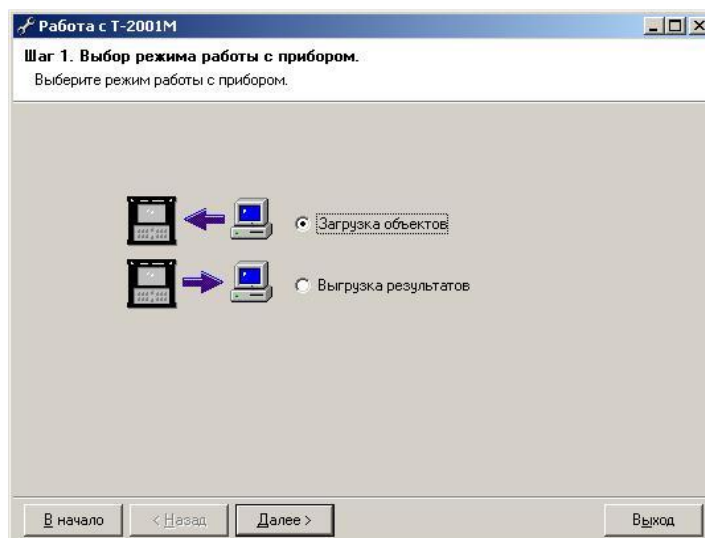

Рис.9. Меню "Работа с Т-2001М" в ПО "АРМИД®"
Для загрузки течеискателя в Главном меню " АРМИД®" необходимо выбрать последовательно пункты **Приборы/Т-2001М/Загрузка-выгрузка**. При этом открывается окно работы с течеискателем Т-2001М (рис.9).
Для загрузки объектов в течеискатель Т-2001М выбрать строку “Загрузка объектов” в меню на рис.9 и перейти к следующему этапу работы, нажав кнопку “Далее >”.
3. Выбрать указателем мыши пункт меню **Приборы/Т-20001М**, включить питание течеискателя. в главном окне загрузчика (рис.9) выбрать пункт "**Выгрузка результатов**" и нажать кнопку "**Далее >**".